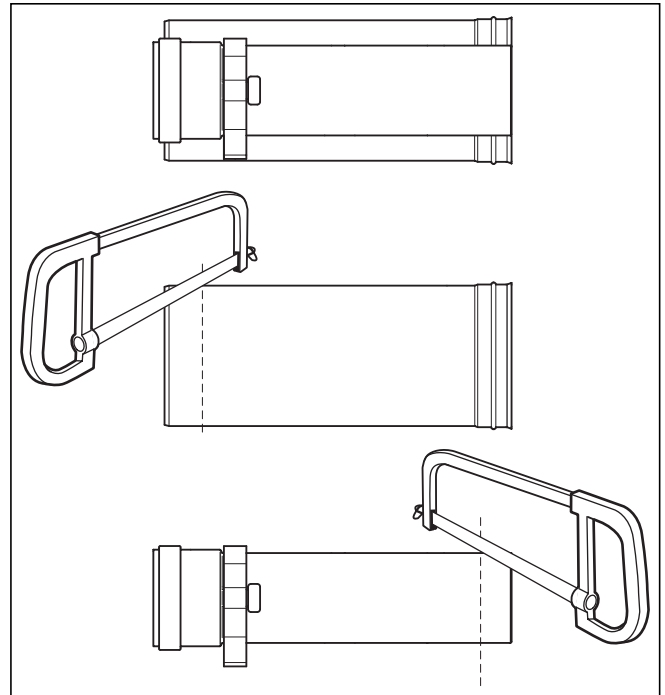

Abb. 6.76 Kürzen der Verlängerung
**Kürzen Sie Abgasrohr und Außenrohr an der Muffen abgewandten Seite (Abb. 6.76). Der Abstandshalter muss an dem Abgasrohr arretiert bleiben.**
- Schieben Sie das Abgasrohr wieder in das Außenrohr, wie in Abb. 6.76 dargestellt.